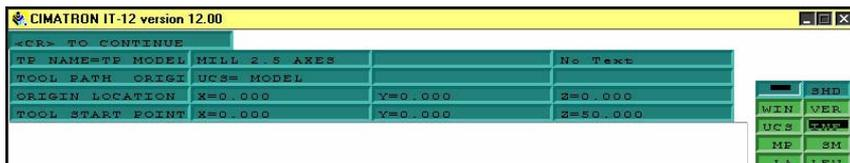

Рисунок 15
10. В Открывшемся окне ничего не меняя нажимаем ENTER (рис. 15)